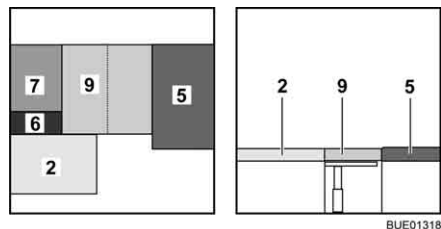

Fig. 144 Dopo la trasformazione
- Aprire il cuscino aggiuntivo (Fig. 144,9) e collocarlo sul tavolo.